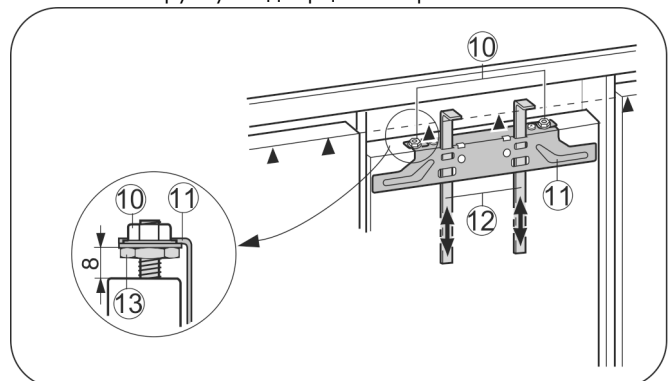

Fig. 25
- ▶ Засоби для монтажу Fig. 25 (12) підніміть на висоту дверцят шафи. Нижнє кріплення ▲ засобу для монтажу = верхній край монтованих дверцят шафи.
- ▶ Відкрутіть траверсу кріплення Fig. 25 (11) за допомогою контргайок Fig. 25 (10).